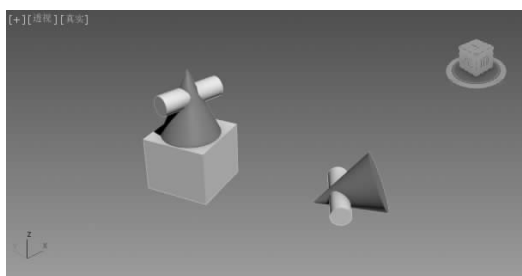

图 3.21 移动效果
(7) 选择工具栏中移动工具按钮,进行移动,效果如图 3.21 所示。